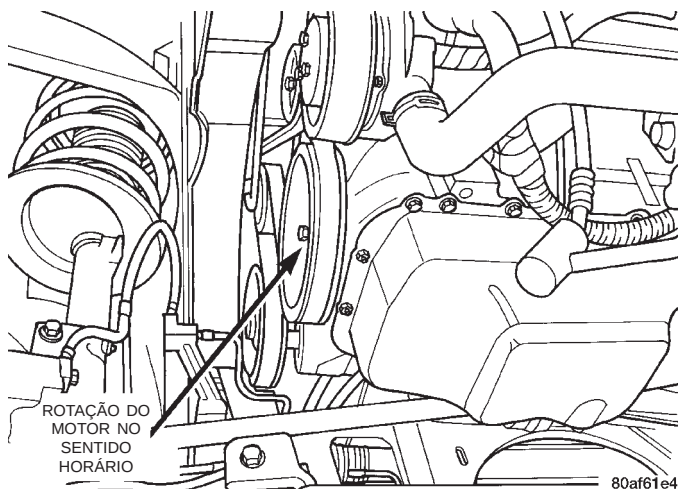

Fig. 41 Rotação do Motor
(18) Gire o motor no sentido horário para obter acesso aos parafusos do conversor de torque (Fig. 41). Remova os parafusos de montagem do conversor de torque.